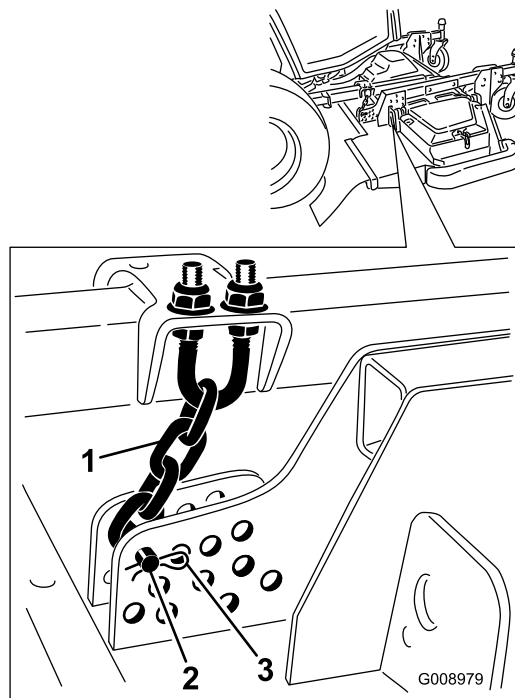

Figure 134
4. Enlevez la goupille fendue et l'axe de chape qui fixent les chaînes de hauteur de coupe à l'arrière de l'unité de coupe (Figure 134).